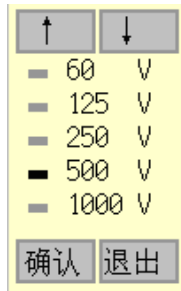

图 3.9 发射电压选择
- 11、 发射电压：发射探头的激励电压，按确认键弹出图 3.9 所示的发射电压选择界面，一共有 5 档，分别为 65V、125V、250V、500V、1000V，发射电压越大，发射能量越强，一般的小桩或者信号强时选择低发射电压，大桩或者信号弱时选择高发射电压。默认发射电压为 500V。发射电压的选择与采样周期选则基本一样。